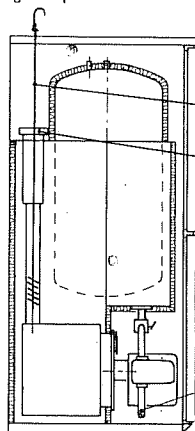

fig. 11,1
- b) fjern dækslet (fig. 11,1)